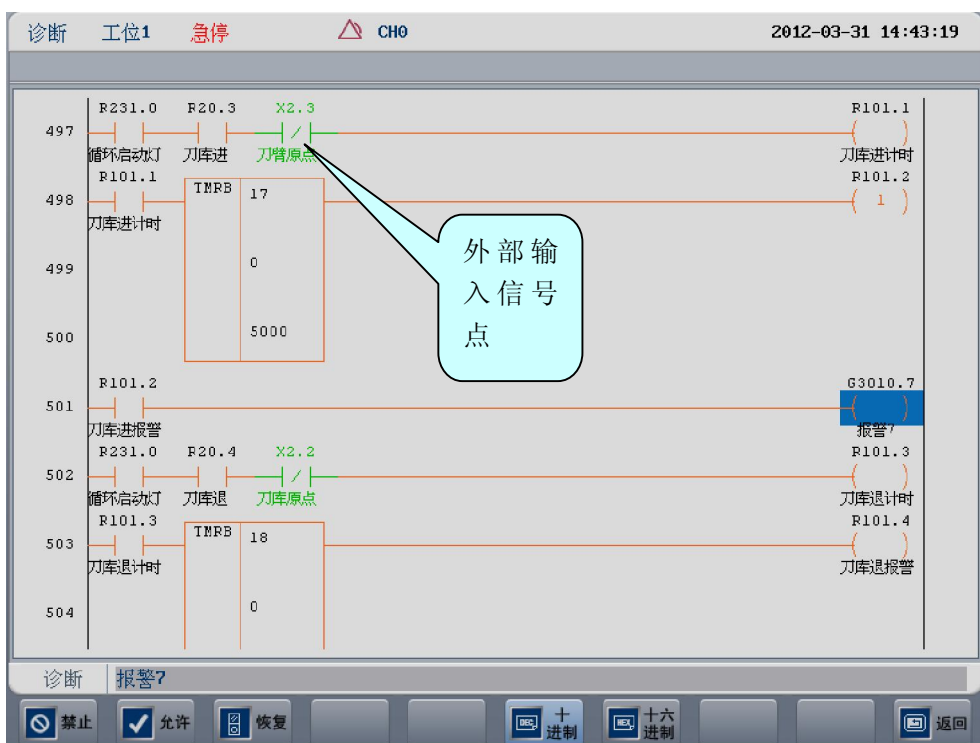

图 4.2.3 定位最终点
5) 如图 4.2.3 中第 497 行，可知当前刀库进到位需要 X2.3 的断开信号；